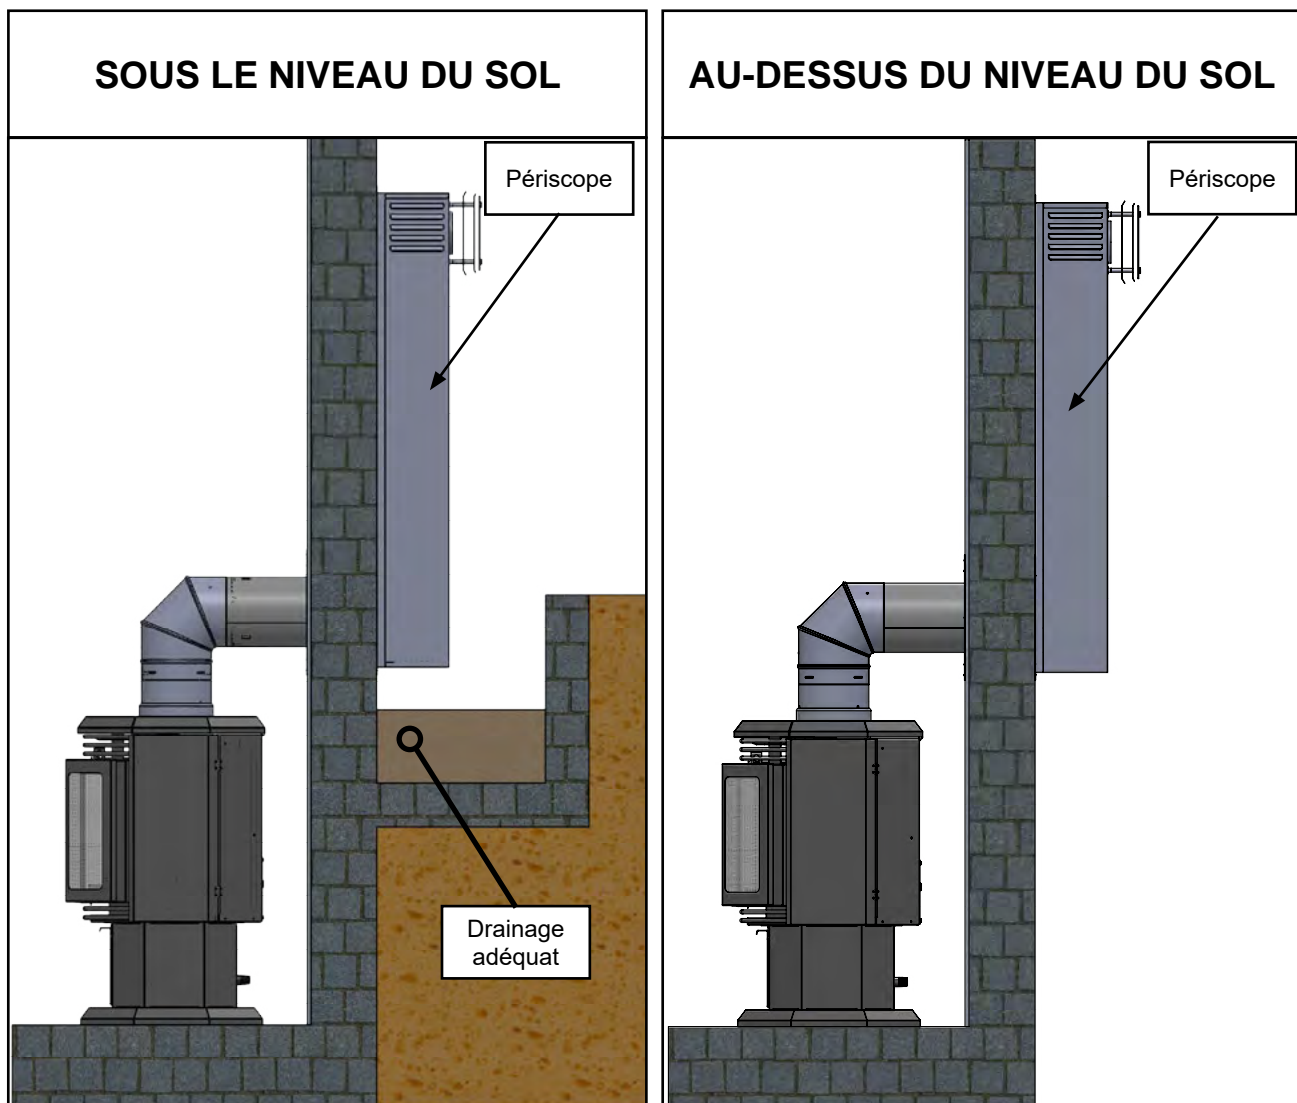

Figure 10.5.01
- Un périscopie possède deux coudes de 90° qui comptent dans le calcul du nombre de coudes permis pour le système de cheminée. Par exemple, l'installation illustrée à la **Figure 10.5.01** utilise 3 coudes de 90°.
- Si la terminaison périscopique est installée sous le niveau du sol (p. ex. : pour un sous-sol), un drainage adéquat doit être conçu pour empêcher l'eau d'entrer à l'intérieur de la terminaison périscopique (voir **Figure 10.5.01**).